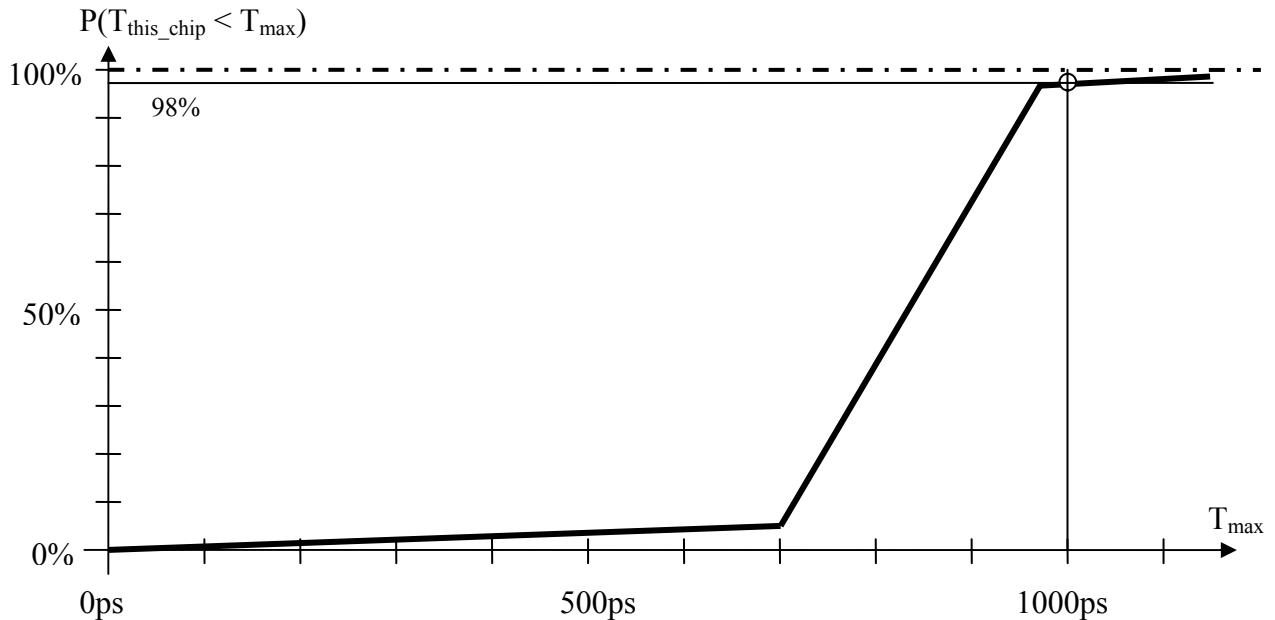

Abbildung 3.1
Gegeben sei ein CPU-Chip, der nominal bei 5V Versorgungsspannung, 20°C Umgebungs-temperatur und 1GHz arbeitet und dabei eine Die-Temperatur von 80°C erreicht. Abbildung 3.1 zeigt eine Näherung für die (kumulative) statistische Verteilung des Delays im kritischen Pfad, wie sie vom Hersteller ermittelt wurde. Wie man erkennt, ist das Design so ausgelegt, dass trotz der fertigungsbedingten Variationen 98% der gefertigten Chips funktionieren. Bei den restlichen 2% seien die Delays im kritischen Pfad (inklusive Setup/hold time) größer als die Periodendauer von 1000ps, sodass Probleme beim Timing auftreten. Diese Chips wurden beim Test ausgeschieden.
- Würde man den Chip um 25% höher takten – wie groß wäre dann der zulässige Delay? Wie hoch wäre damit nach Abbildung 3.1 der Prozentsatz der auszuscheidenden Chips?